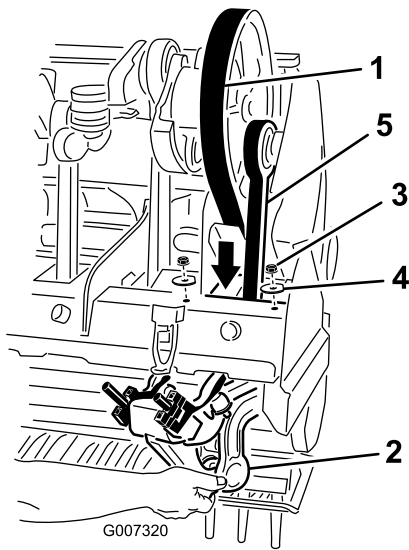

图38
5. 松开并拆下固定 1 号打孔臂的 Rotalink 阻尼器的 2 个锁紧螺母和垫圈 图38。
7. 降低传动皮带穿过打孔头机架并绕过 1 号打孔臂的下端图38。